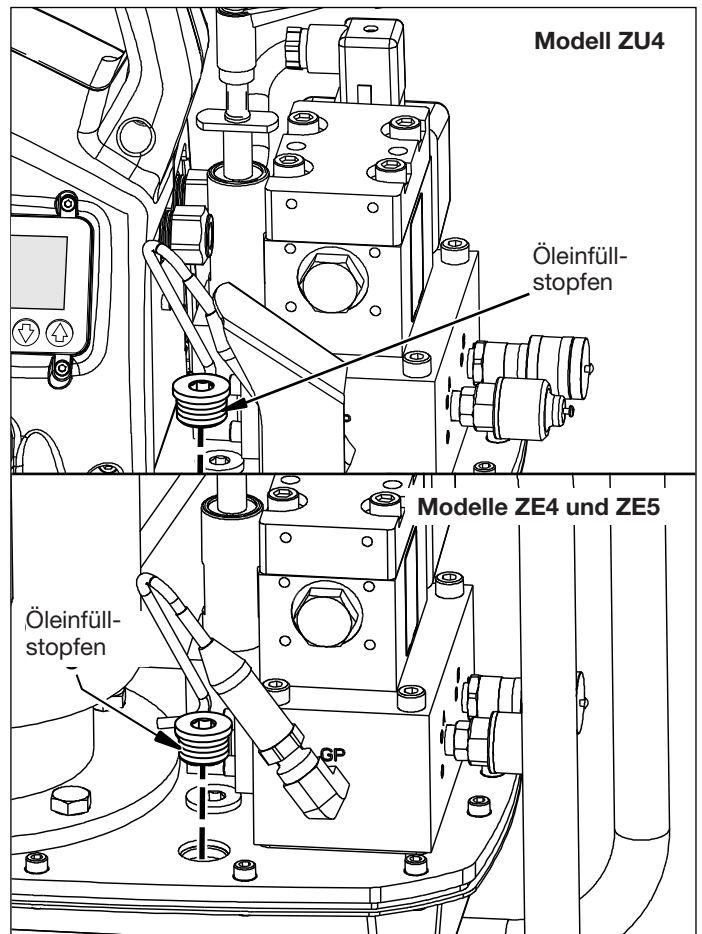
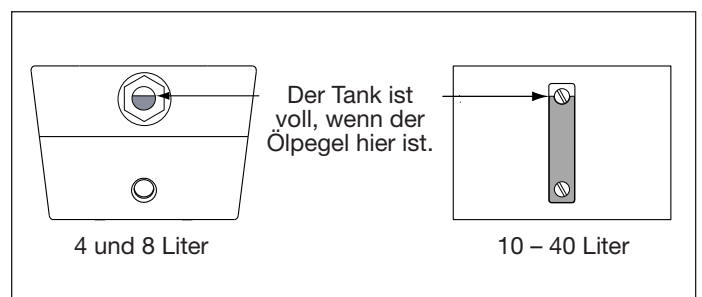

Abb. 3, Öleinfüllstutzen
Abb. 4, Sichtglas des Ölbehälters
4.3 Ölstand (siehe Abb. 3 und 4)
Überprüfen Sie vor dem Starten den Ölstand der Pumpe. Der Behälter ist voll, wenn der Ölstand dem in Abb. 4 entspricht. Entfernen Sie, falls nötig, den Öleinfüllstutzen von der Abdeckplatte, wie in Abb. 3 dargestellt, und füllen Sie Öl nach Bedarf hinzu.